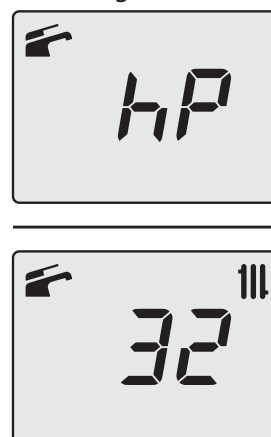

Figura 9.24
- Premendo il tasto 15 (Figura 9.20) è possibile variare la potenza in modalità spazzacamino: con visualizzazione sul display LCD delle lettere **hP** che si alternano con il valore di temperatura dell'acqua di riscaldamento (es. **32**), siamo in "funzione spazzacamino" alla potenza minima in riscaldamento (Figura 9.24).